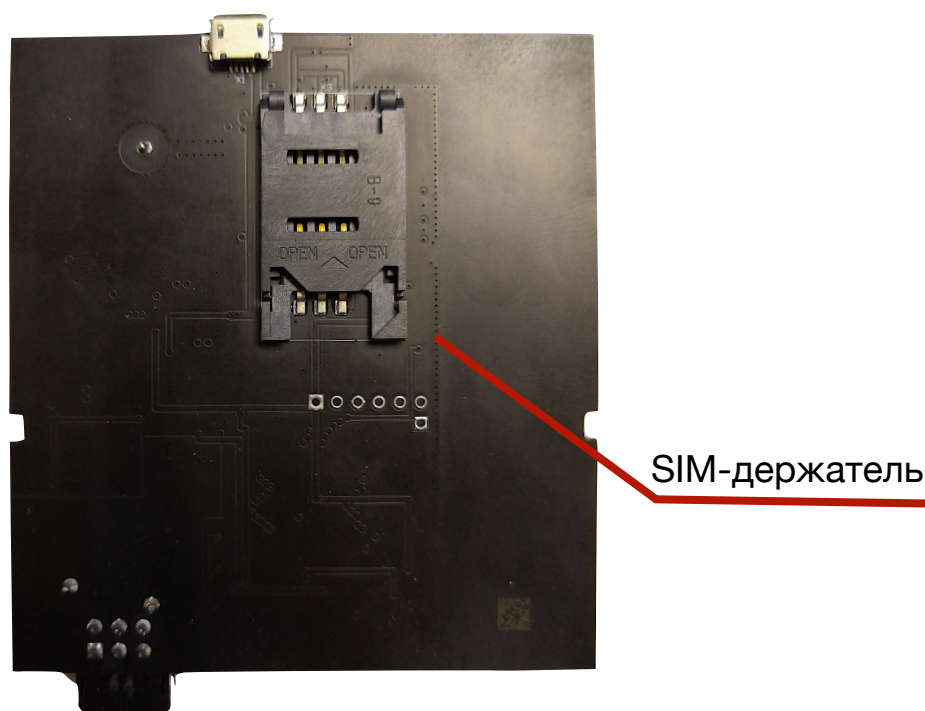

Рис. 3. Место расположение дополнительного SIM-держателя на плате Трекера
- установить SIM-карту в SIM-держатель (см. рис. 3);